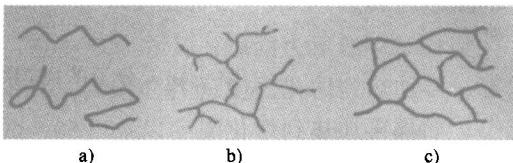

图 1-1 塑料的分子链放大图
(1) 热固性塑料 一般是粉末状（又称胶木粉、电木粉、酚醛塑料），加热之前是线性或支链形结构，加热到熔化温度后成粘流态，加压冷却后固化，内部已发生化学变化，线型分子链交联成网状分子链结构，所以再加热不能熔化。加热时间过长、温度过高就会烧焦、汽化。图 1-1 为塑料的分子链放大图。它有良好的绝缘绝热性能和抗热变性能——在烧焦汽化之前不会产生蠕变。在加入玻璃纤维或其他化学纤维混合压制而成的产品，耐冲击能力更强，摔不碎、砸不烂，多用于高压电器产品的绝缘零件。